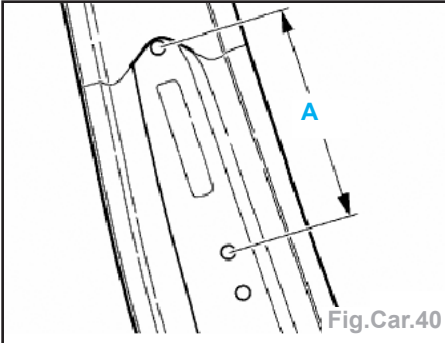

Fig.Car.40
- Distance A entre les points d'ancrage du mécanisme de réglage en hauteur de la ceinture = 173 mm (Fig.Car.40).
- Ajuster la doublure de montant B neuve et la maintenir avec des pinces-étaux (Fig.Car.40).
- Distance (A) entre les points d'ancrage du mécanisme de réglage en hauteur de la ceinture = 173 mm.